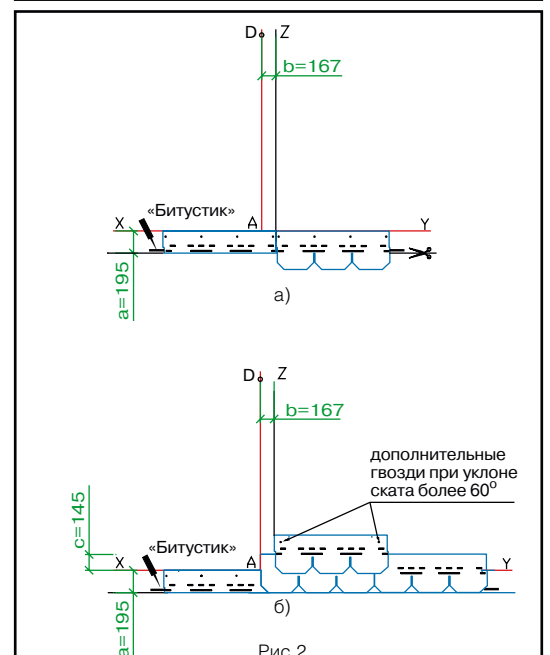

Рис. 2
### Укладка материала (рис. 2)
- Начальный ряд формируется из листов черепицы ЛИБЕРТИ с обрезанными лепестками. Полученные таким образом полосы шириной 19,5 см укладываются по линии карниза в обе стороны от линии Z (рис. 2а) и фиксируются по нижнему краю битумной мастикой «Битустик», а по верхней кромке 4 гвоздями (ось гвоздей на 5 см ниже верхнего края полосы);
- далее первый ряд черепицы укладывается от линии AD (рис. 2б);
- второй ряд укладывается от линии Z (со смещением 16,7 см от AD) (рис. 2б);